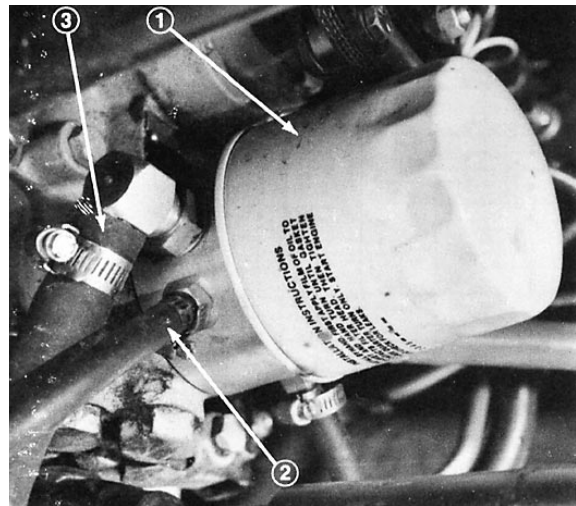

Bild 29
3. Den Bereich um den Hydraulikölfilter reinigen, und den Filter (Bild 29) entfernen.